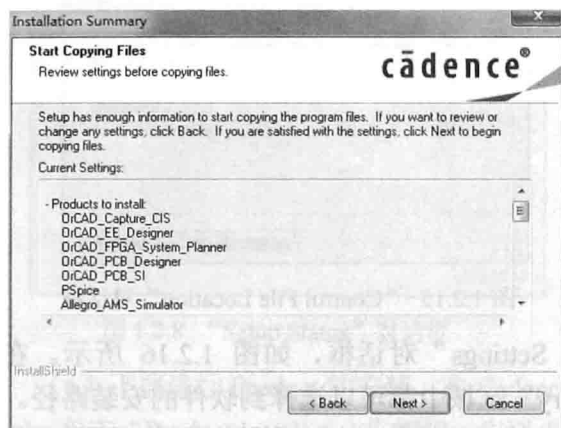
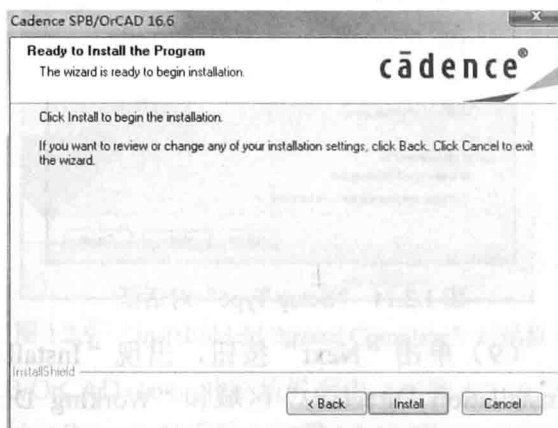

图 1.2.20 “Start Copying Files”对话框
图 1.2.21 “Ready to Install the Program”对话框
(11) 单击“Next”按钮, 出现“Start Copying Files”对话框, 如图 1.2.20 所示。在此设置文件的备份, 如果需要重新设定, 单击“Back”按钮, 可以返回上一对话框。单击“Next”按钮, 开始文件的备份, 同时准备安装程序, 出现“Ready to Install the Program”对话框, 如图 1.2.21 所示。